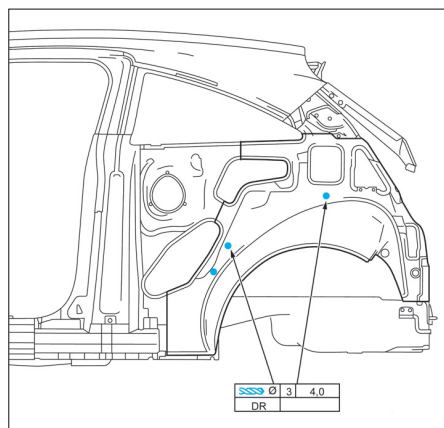

FIG. 108
- Percer la doublure d'aile arrière neuve (Fig.108).